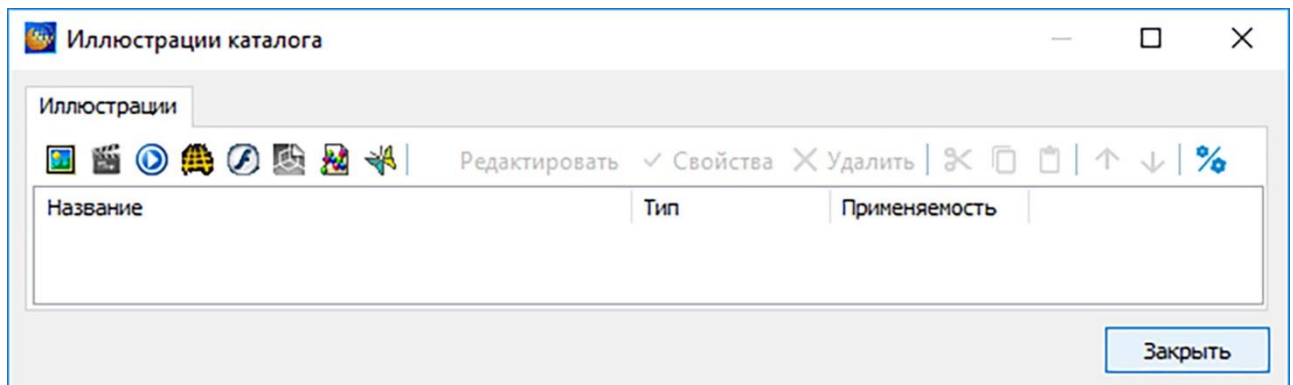

Рисунок 447
1) В редакторе каталогов выберите меню **Иллюстрации**. При этом откроется окно **Иллюстрации каталога** (рисунок 447).